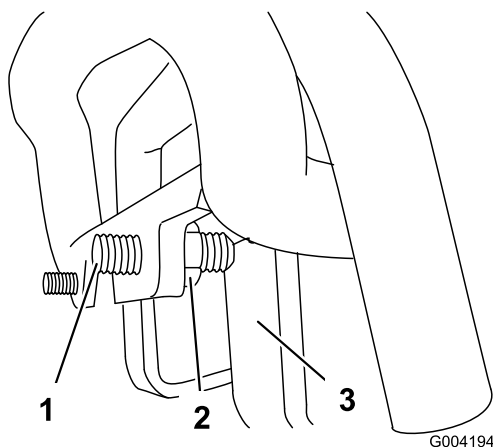

Figura 57
3. Se la macchina devia verso **sinistra**, allentate il controdado **destro** e regolate la vite di arresto sulla parte anteriore del comando della trazione (Figura 57).
4. Se la macchina devia verso **destra**, allentate il controdado **sinistro** e regolate la vite di arresto sulla parte anteriore del comando della trazione (Figura 57).